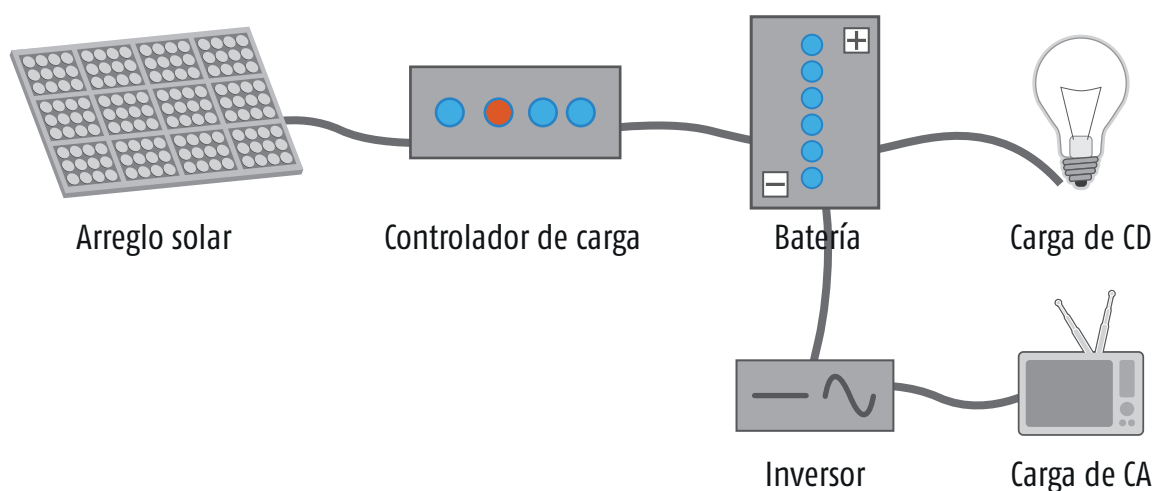

Figura 3. Sistemas con cargas CA y CD
Los módulos fotovoltaicos producen corriente eléctrica directa (CD), pero muchos aparatos comunes necesitan corriente alterna (CA). Los SFV para alimentar cargas de corriente alterna utilizan un inversor para convertir la electricidad CD en electricidad CA (figura 3).